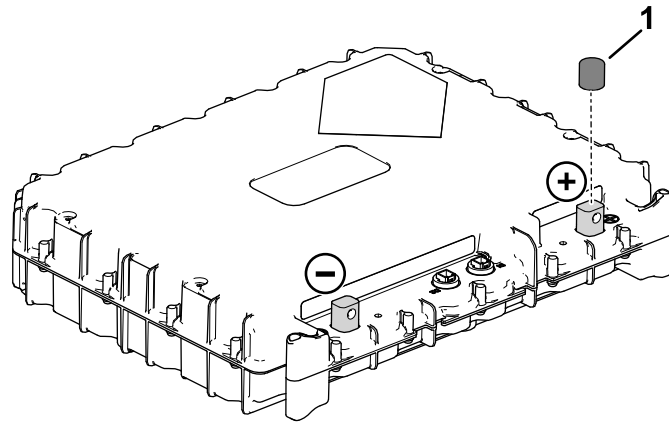

Figure 17
1. Retirez le capuchon (Figure 17) des bornes positives sur les 2 dernières batteries.